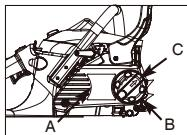

Fig. 3B
- Allentare leggermente il pulsante (C) ruotando la manopola in senso antiorario, e ruotare quindi l'anello di tensione della catena (B) in senso antiorario per rilasciare la tensione della catena. (Fig. 3B)
- Per rimuovere il coperchio della ruota dentata (A), ruotare il pulsante (B) in senso antiorario. (Fig. 3B)